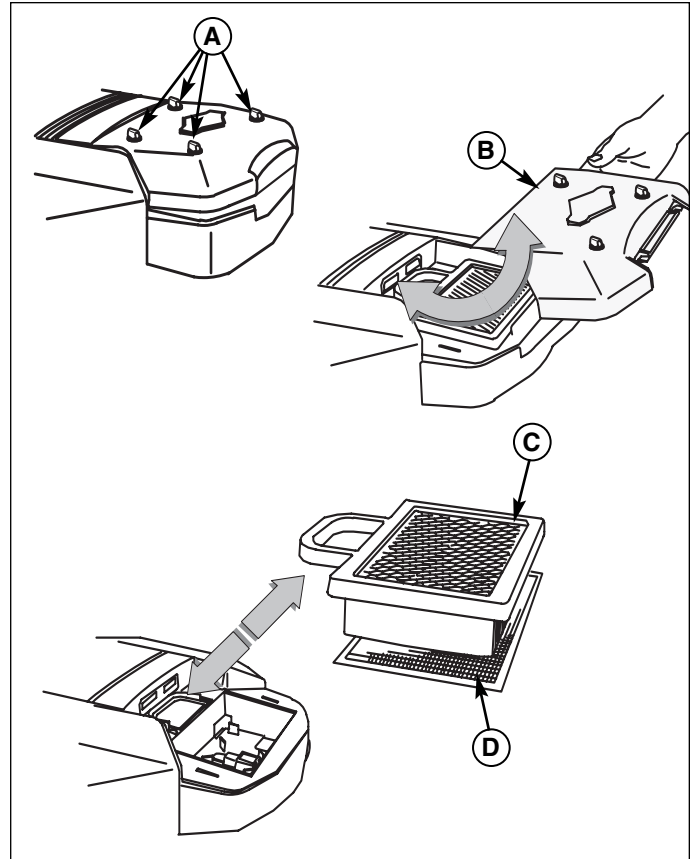

Abbildung 26. Luftfilter-Baugruppe (Briggs & Stratton-Zweizylindermodelle)
1. Die vier Knöpfe (A, Abbildung 26) gegen den Uhrzeiger drehen und abschrauben.
2. Abdeckung (B) ausbauen. Filter (C) und Vorfilter (D) ausbauen.
3. Vorfilter (D) mit der Siebseite nach oben einbauen. Filter (C) wie dargestellt einbauen.
4. Abdeckung (B) einbauen. Dabei darauf achten, dass die Zungen in die zugehörigen Schlitzte eingeführt werden. Schrauben von Hand fest ziehen (im Uhrzeigersinn).